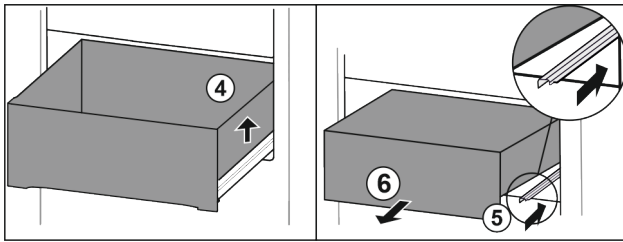

Fig. 93
- ▶ Levante el cajón por la derecha. Fig. 93 (4)
- ▶ Retraiga la guía derecha. Fig. 93 (5)
- ▶ Extraiga el cajón hacia delante. Fig. 93 (6)